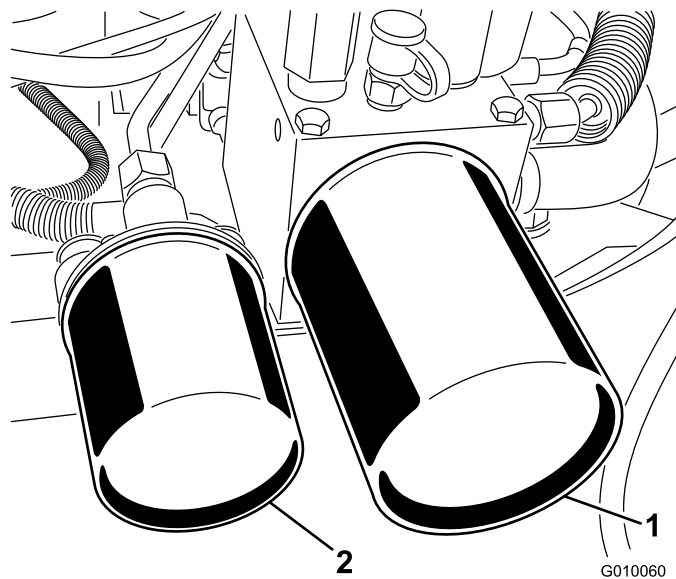

Figura 59
2. Coloque um recipiente de escoamento debaixo dos filtros, retire os filtros velhos e limpe a superfície da junta do adaptador do filtro (Figura 59).